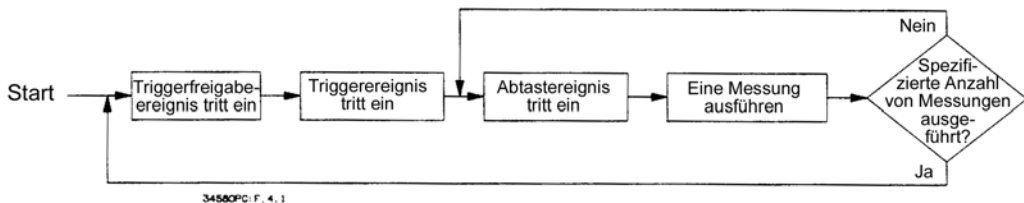

Abbildung 4-1 Trigger-Hierarchie
Das Multimeter erfasst nur dann einen Messwert, wenn drei bestimmte Ereignisse in der richtigen Reihenfolge eintreten: (1) Triggerfreigabeereignis, (2) Triggerereignis und (3) Abtastereignis. Ausnahmen von dieser Trigger-Hierarchie gibt es nur in den Betriebsarten "Sub-Sampling" (siehe Kapitel 5) und "mehrfache Triggerfreigabe" (siehe weiter unten). Abbildung 4-1 zeigt die Zusammenhänge. Erst wenn alle drei Ereignisse in der angegebenen Reihenfolge eingetreten sind, beginnt das Multimeter mit der (den) spezifizierten Messung(en). Im Einschalt-Zustand des Multimeters sind alle drei Ereignisse auf AUTO eingestellt; das Multimeter führt daher eine kontinuierliche Folge von Messungen aus. In den meisten Anwendungen genügt es, eines oder zwei dieser Ereignisse zur Triggersteuerung zu verwenden und die beiden übrigen Ereignisse (bzw. das übrige Ereignis) auf AUTO zu belassen. Nachfolgend werden die verschiedenen Ereignisse beschrieben, die die Anforderungen an Triggerfreigabe-, Trigger- und Abtastereignisse erfüllen. Die Anwendung dieser Ereignisse wird anhand von Beispielen erläutert.